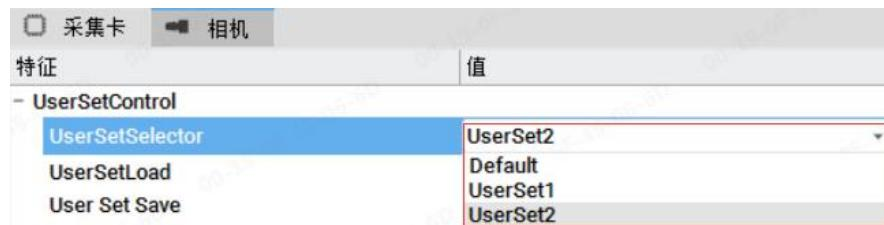

图 2.8-2 选择配置选项
- (2) 软件还提供另一种保存和加载相机参数的方法，不同于文件的保存方法，这种保存方法相机断电后配置不变。首先选择配置选项，在相机部分的 UserSetControl 选项卡中选择保存或加载的配置，软件提供三种配置：UserSet1，UserSet2，Default，如图 2.8-2 所示。在 UserSet1 或 UserSet2